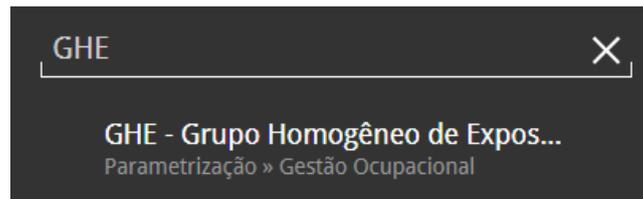

Figura 131: Caminho
1. Para acessar a funcionalidade, utilize a barra de pesquisa do **menu principal** (Figura 131). Digite **GHE - Grupo Homogêneo de Exposição** e selecione o resultado correspondente.